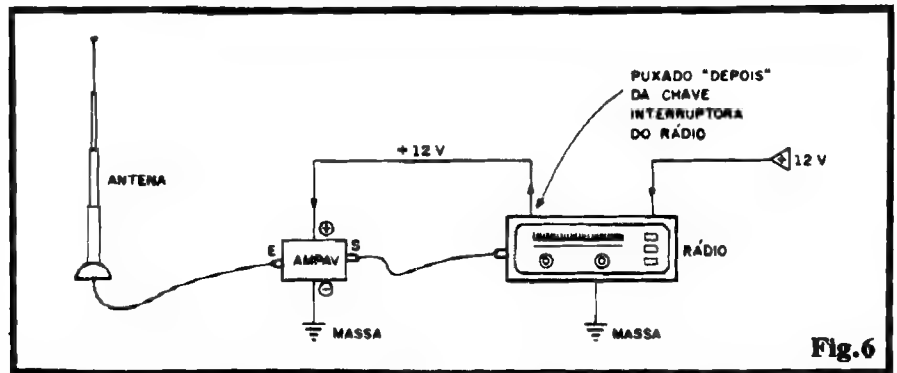

Fig.6
- FIG. 6 - VISÃO GERAL DA INSTALAÇÃO - Embora já deva ter ficado mais do que claro o assunto, o diagrama "dá uma geral" na instalação do conjunto formado por antena/AMPAV/rádio, mais a respectiva cabagem de inter-conexão... Notem que (conforme já havíamos citado...) fica mais "elegante" puxar a alimentação **positivado** AMPAV diretamente da própria chave "liga-desliga" (normalmente incorporada ao potenciômetro de VOLUME, mas não forçosamente...) do rádio, de modo que, ao ser **este** ligado, também o é o AMPAV... Quem não quiser abrir o rádio pa-
Nenhum tipo de ajuste será necessário: é ligar a energia do conjunto, e... experimentar... Para comprovar a ação do AMPAV, inicialmente o sistema de antena/cabo/rádio poderá ser recomposto (pela simples re-colocação do plugue/jaque originais nos seus lugares...), buscando-se a sintonia de uma estação de FM bem fraca e "difícil"... Em seguida (sem mexer nos controles de sintonia do rádio), o sistema com o AMPAV intercalado deve ser estabelecido (conforme fig. 6) para se verificar o ganho real de sinal obtido (em muitos raros casos não serão verificadas sensíveis melhoras...).
O AMPAV permite, também, "fugir" dos "marditos" arrancadores e entortadores de antena...! Basta instalar uma pequena antena interna, junto a um dos vidros do veículo (a dita antena interna não pode ficar "bloqueada" pela estrutura metálica do carro, caso contrário o sinal simplesmente "não entrará"...), e fazer o sistema conforme fig. 6... Nesse caso, muito provavelmente não haverá grandes "reforços" nos sinais fracos... No entanto, o rádio conseguirá "pegar" bem as estações costumeiras, mesmo sem usar aquela varetona telescópica "lá fora", à disposição dos vândalos de plantão...